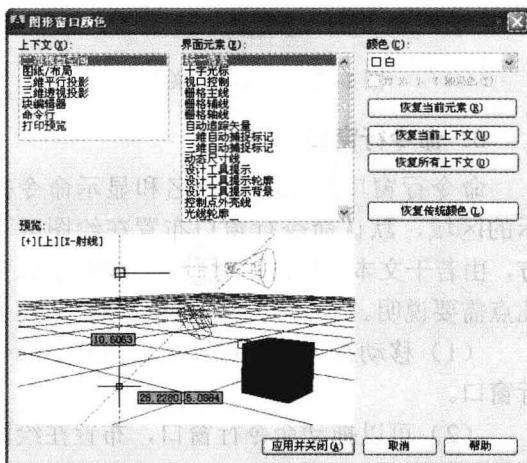

图 1-11 “图形窗口颜色”对话框
1) 选择菜单栏中的“工具”→“选项”命令, 打开“选项”对话框。单击“显示”选项卡, 再单击“窗口元素”选项组中的“颜色”按钮, 打开如图 1-11 所示的“图形窗口颜色”对话框。